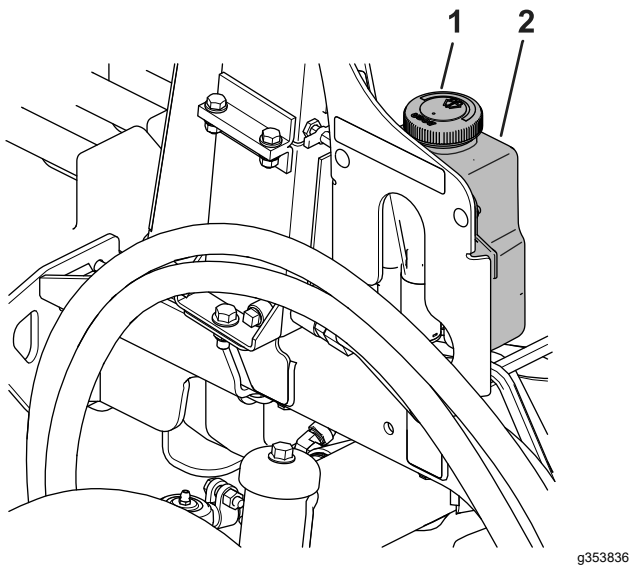

Figura 87
1. Togliete il tappo (Figura 87) dal serbatoio.